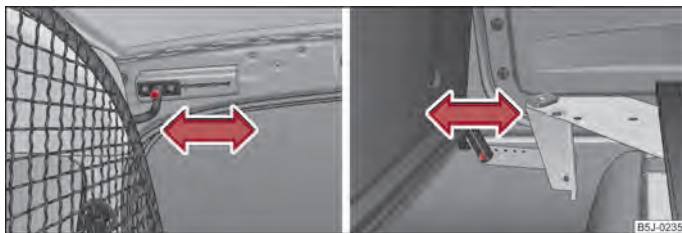

Fig. 165 Alloggiamento superiore / alloggiamento inferiore della parete divisoria di sicurezza
- Svitare una vite da ogni lato nella parte superiore della carrozzeria ⇒ fig. 165 - a sinistra e svitare una vite nella parte inferiore ⇒ fig. 165 - a destra.